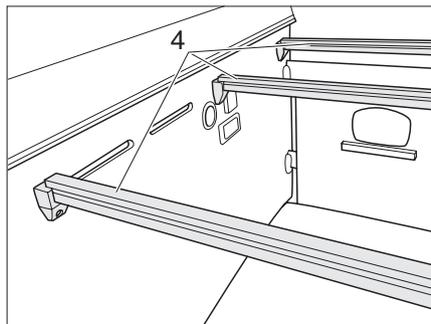

Fig. 52 Barres de support du sommier à lattes
- ▶ Retirer 3 barres de support (Fig. 52,4) du sommier à lattes de leurs fixations.